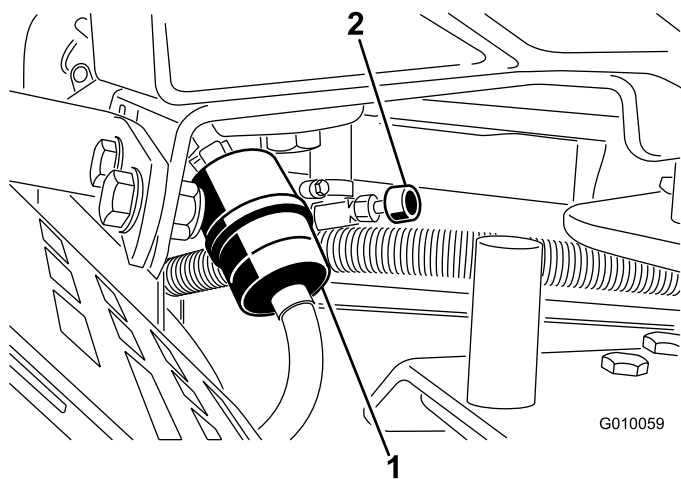

Рисунок 48
2. Закройте клапан отключения подачи топлива (Рисунок 48).
2. Закройте клапан отключения подачи топлива (**Рисунок 48**).
3. Ослабьте шланговый хомут на топливном фильтре и отодвиньте его по топливному трубопроводу от фильтра (**Рисунок 48**).
4. Отсоедините топливный трубопровод от топливного фильтра (**Рисунок 48**). Откройте клапан отключения подачи топлива и дайте топливу стечь в канистру или сливной поддон.
5. Установите топливный трубопровод на топливный фильтр. Передвиньте шланговый хомут к топливному фильтру, чтобы закрепить топливный трубопровод (**Рисунок 48**).
3. Сожмите концы шланговых хомутов и сдвиньте их с фильтра (**Рисунок 48**).
5. Установите новый фильтр и передвиньте шланговые хомуты ближе к фильтру (**Рисунок 48**).
7. Откройте клапан отключения подачи топлива (**Рисунок 48**).